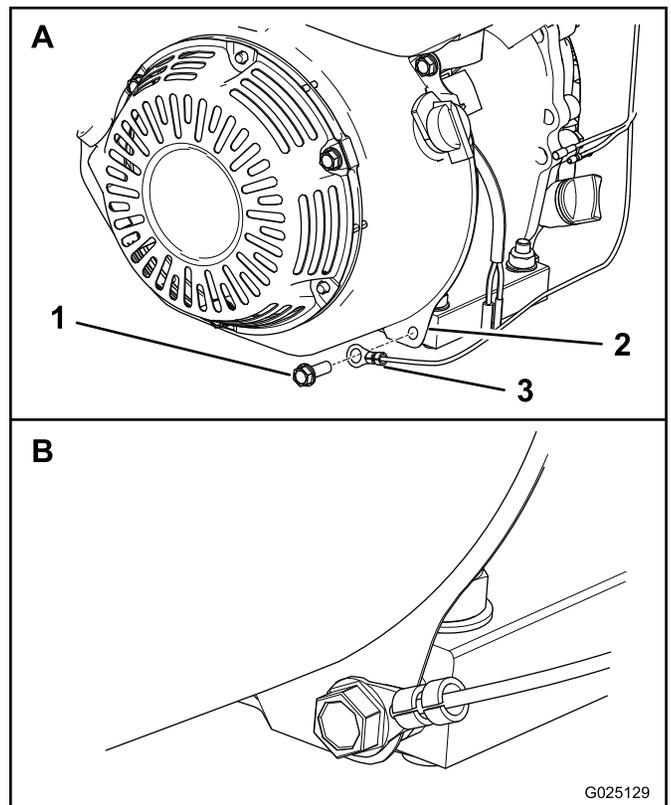

Bild 4
6. Entfernen Sie die Schraube in der unteren rechten Ecke der Motorhaube (Bild 4).
7. Richten Sie den Erdungspol des Kabelbaums des kabellosen Betriebsstundenzählers am Schraubenloch aus und befestigen Sie die Schraube (Bild 4).